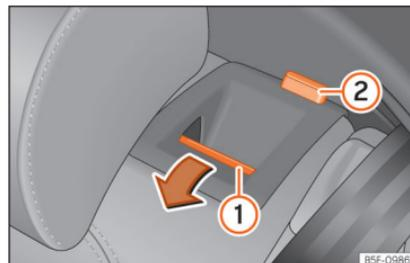

Abb. 119 Rücksitz: Rückenlehne vorklappen.
- Entriegelungstaste »» **Abb. 119** **1** nach vorn ziehen und gleichzeitig die Rückenlehne umklappen. Die Rücksitzlehne ist entriegelt, wenn die rote Markierung des Tasters **2** sichtbar ist.
Die Rücksitzlehne ist entriegelt, wenn die rote Markierung des Tasters » Abb. 119 ② sichtbar ist.